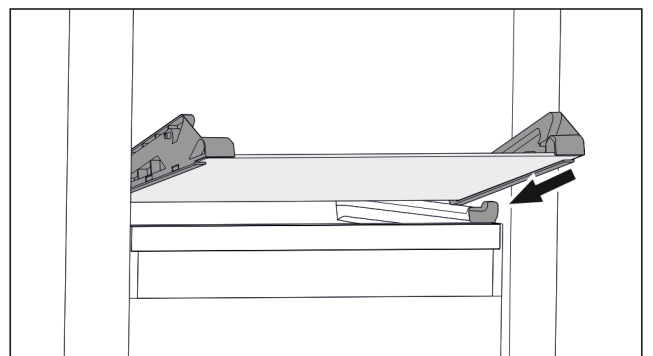

Fig. 64 Стеклоплатина откидного выдвижного ящика
- ▶ Наклоняя вниз, установите стеклянную пластину за стопоры. (см. Fig. 64)